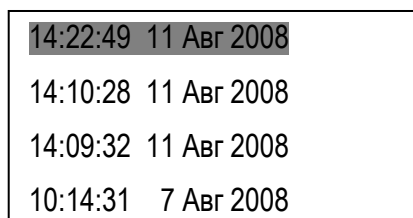

Рис. 3.6
3.4.2 **"Архив"** (Рис. 3.6) - просмотр результатов измерений.